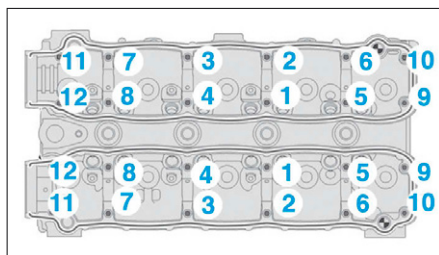

FIG. 35
- Respecter l'ordre et les couples de serrage des couvre-culasses (Fig.35).